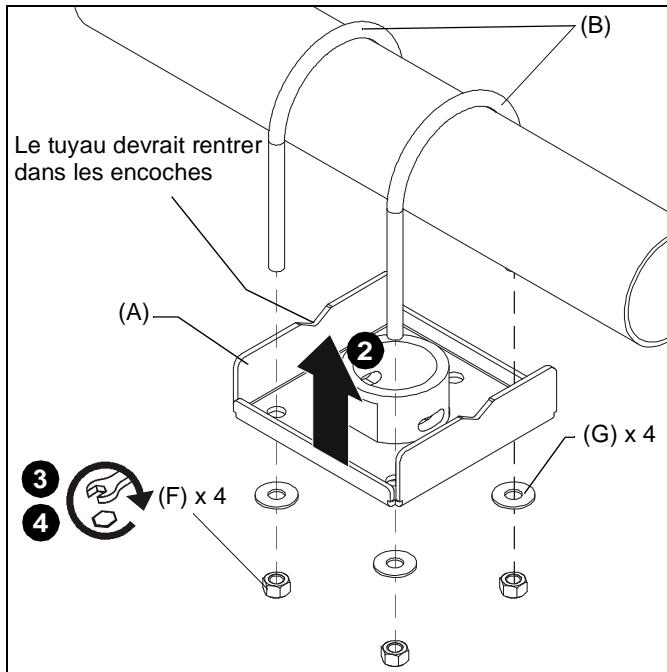

Figure 2
2. Levez la plaque armature (A) et insérez les brides en U dans les trous de la plaque. (Voir la Figure 2)
REMARQUE : Si vous installez la plaque armature (A) sur un tuyau, assurez-vous que le tuyau rentre dans les encoches de la plaque. (Voir la Figure 2)
3. Installez sans serrer les écrous 3/8" (F) et les rondelles 3/8" (G).
4. Mettez à niveau le support et serrez les écrous (E). (Voir la Figure 2)